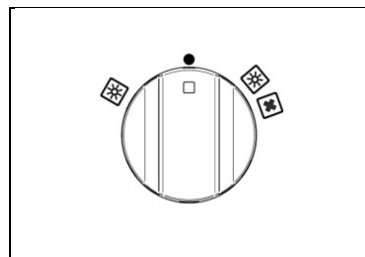

Fig 25A
– il simbolo  indica che la ventola e la luce del forno sono stati accesi (Fig.25A-25B).